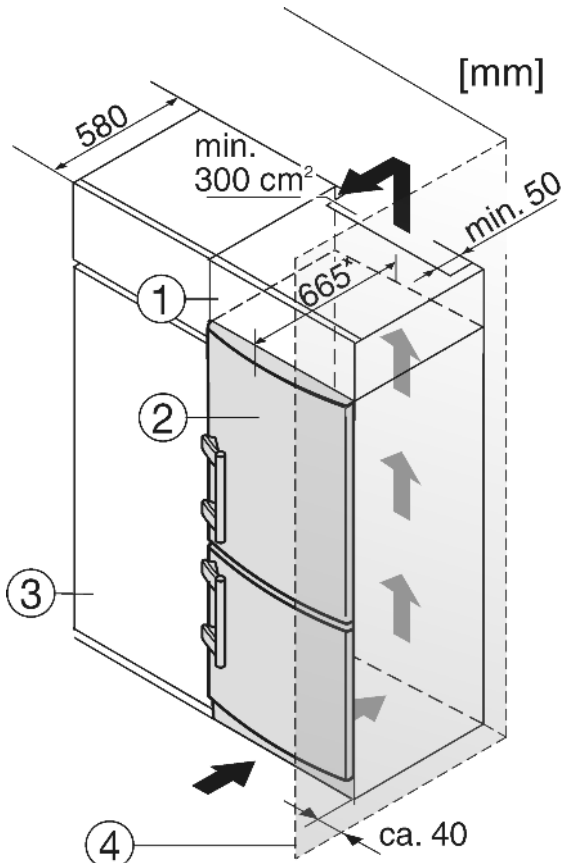

Fig. 9
Устройство может быть окружено предметами кухонной обстановки. Чтобы уравнять устройство Fig. 9 (2) по высоте с кухонной стенкой, можно установить над устройством соответствующий дополнительный шкафчик Fig. 9 (1).
При комбинировании с кухонными шкафами (глубина макс. 580 мм) устройство можно установить непосредственно рядом с кухонным шкафом Fig. 9 (3). Устройство выступает сбоку на 70 ммx и по центру на 85 ммx относительно передней стенки кухонного шкафа.
Если устройство установлено на шарнирах у стены Fig. 9 (4), то расстояние между устройством и стеной должно быть не менее 40 мм. Настолько выступает ручка при открытой дверце.